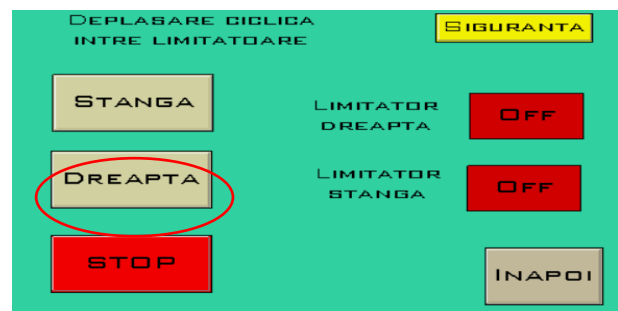

Figura 28. Buton cu acțiune în partea dreaptă
b. Dacă se dorește ca platoul să înceapă deplasarea ciclică spre partea dreapta se va apăsa butonul “Dreapta” - care are ca adresă bit-ul intern 10.12 - figura 28.